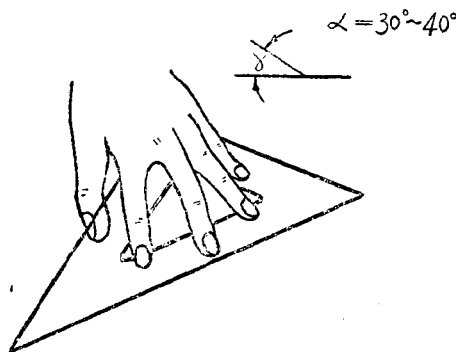

图 4B
②以指 2、3、4、5 分別放开很自然的按在三角板上，以指 1 豎直撐在图面上，这样三角板与台面的接触面只有三角板的一条边，后面与三角板之間大約为 $30^{\circ} \sim 40^{\circ}$ 。假如图紙后面很湿連指 1 也放不下，那么就可將指 1 按住三角板的上面一边而划綫。此方法的作用与上法相同(图 4B)。